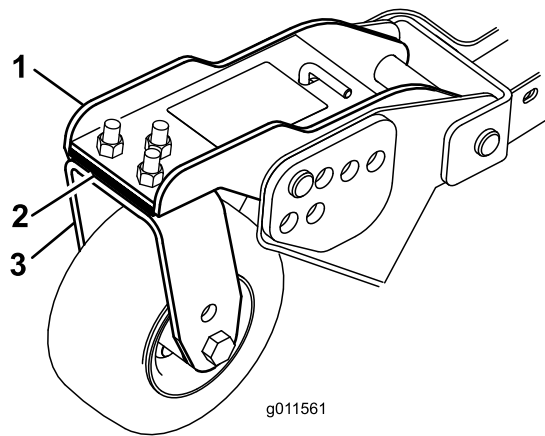

Figura 29
Rode a lâmina em cada eixo até que as suas extremidades se encontrem viradas para a frente e para trás. Meça a distância existente entre o chão e a ponta dianteira da lâmina. Ajuste os calços de 3 mm do braço da roda giratória dianteira de forma a que coincidam com a altura de corte fixada no autocolante (Figura 29). Apenas para o exterior do eixo da lâmina, consulte Ajuste da inclinação da unidade de corte.
3. Se a extremidade interior da unidade de corte lateral estiver demasiado levantada em relação à ponta exterior da unidade de corte dianteiro, retire os calços de 3 mm do fundo do braço da roda giratória dianteira interior na unidade de corte lateral (Figura 29). Verifique novamente as medições entre